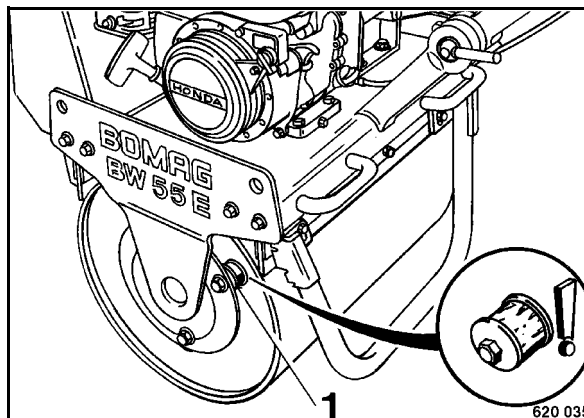

рис. 40
- Проверить глухость посадки и состояние всех резиновых амортизаторов 1 (рис. 40); при необходимости, заменить.